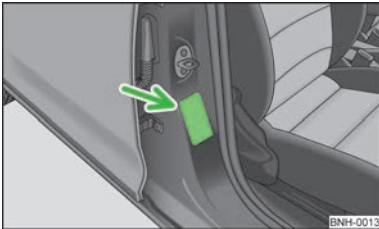

Abb. 87
- Auf diese Tatsache weist auch der Aufkleber hin, der sich an der B-Säule auf der Beifahrerseite befindet » Abb. 87. Der Aufkleber ist nach dem Öffnen der Beifahrertür sichtbar. Für einige Länder ist der Aufkleber auch an der Sonnenblende des Beifahrers angebracht.